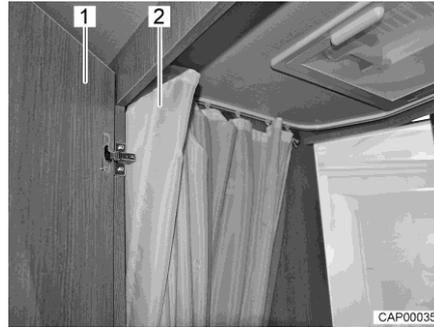

Bild 103 Toilettenraum mit Dusche
- Zum Duschen die Tür (Bild 103,1) schließen und den Duschvorhang (Bild 103,2) komplett zuziehen, so dass alle Wände geschützt sind.